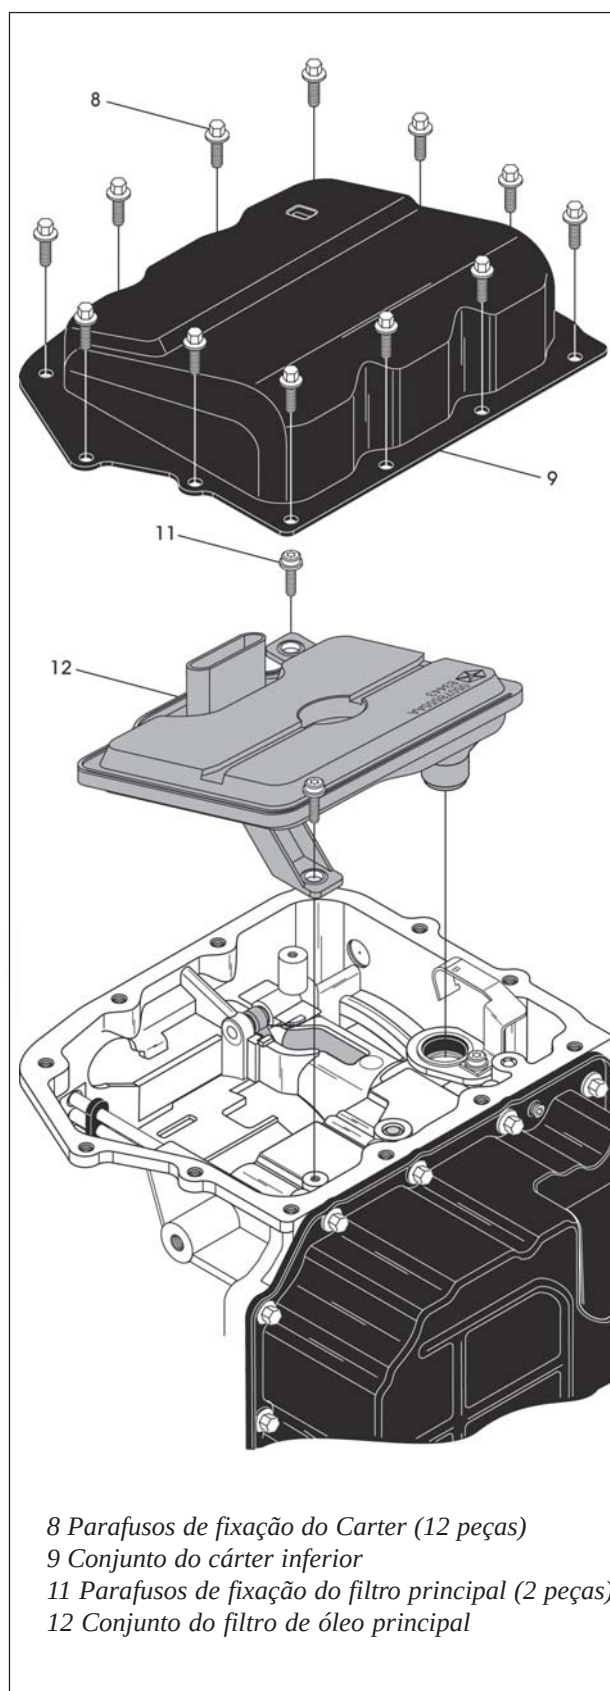

Figura 44
8. Remova os doze parafusos de fixação do cárter inferior, utilizando uma chave de 8 mm, conforme mostra a figura 44.
9. Remova o cárter inferior, conforme a figura 44.
10. Remova os dois parafusos de fixação do filtro principal, utilizando uma chave torx T25, conforme a mesma figura 44.
11. Remova e descarte o filtro de óleo principal, conforme indicado pela figura 44.